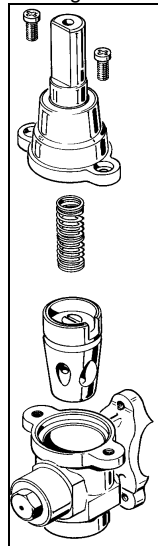

Fig.11
- 1) Demonteer het kraanstel door de twee schroeven die zich op het kraanstel bevinden los te schroeven (fig. 11).